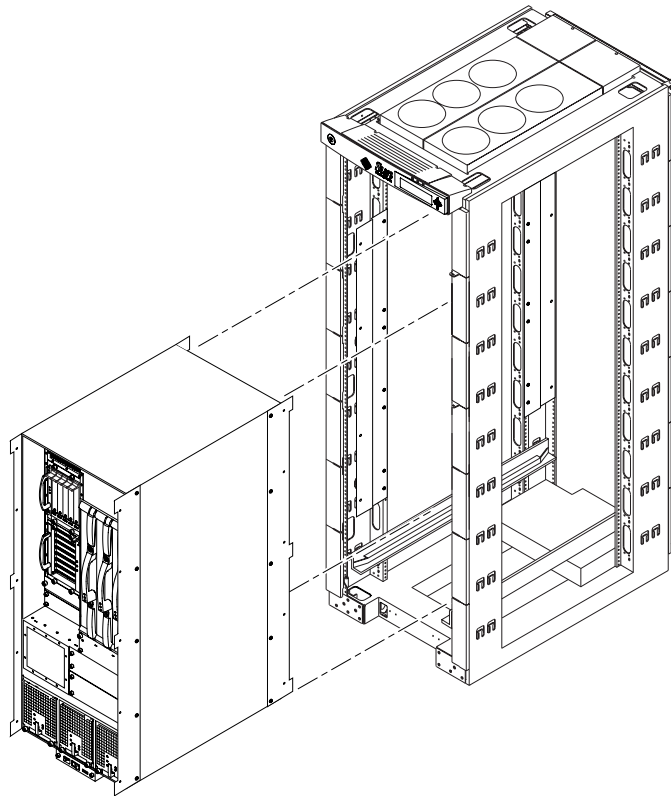

FIGURE 1-4 Montage du système Sun Fire 4810 dans une Armoire Sun Fire
- FIGURE 1-4 Montage du système Sun Fire 4810 dans une Armoire Sun Fire 1-5
2. Insérez le système dans les rails horizontaux de l'armoire Sun Fire (FIGURE 1-4).